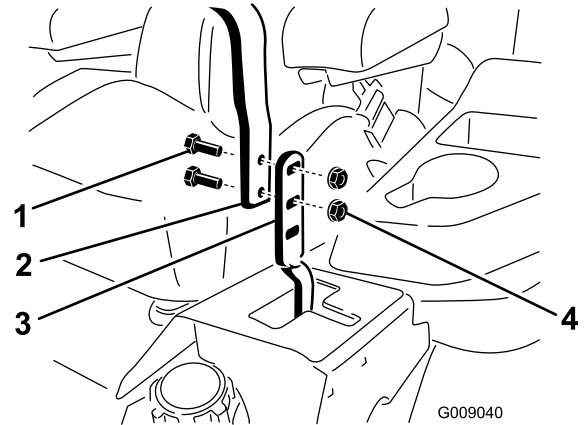

**Figure 58**
6. Retirez le boulon qui fixe l'ancienne poulie de tension au bras tendeur, et posez une poulie neuve (Figure 58).